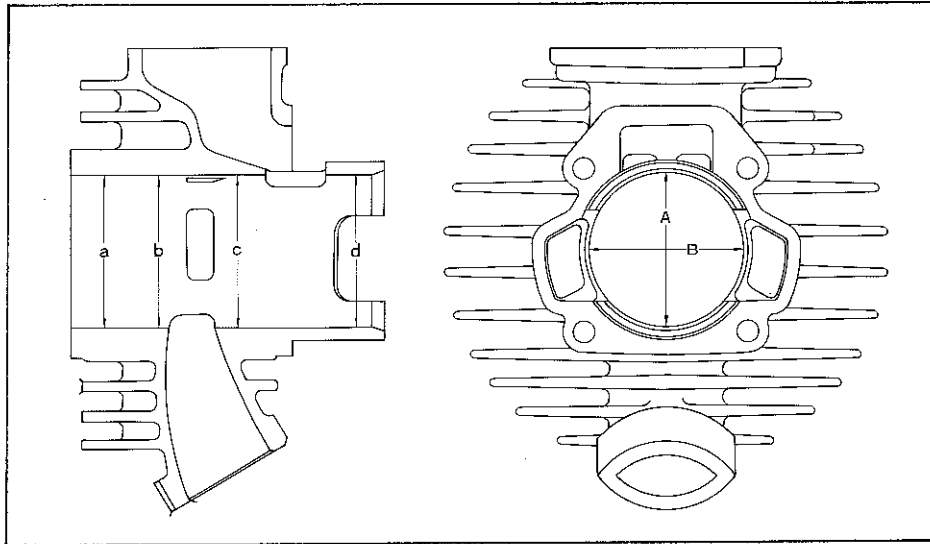

Fig. 3-3-3
2. Using a cylinder gauge set to standard bore size, measure the cylinder. Measure front-to-rear and side-to-side at top, center and bottom just above exhaust port. Compare minimum and maximum measurements. If over tolerance and not correctable by honing, rebore to next over-size. (Fig. 3-3-3, and 3-3-4)
2. A l'aide d'un comparateur réglé sur l'alésage normal, mesurer le diamètre du cylindre dans les directions longitudinale et latérale, et à trois niveaux différents: en haut, au centre, c'est-à-dire juste au-dessus de la lumière d'échappement, et en bas. Comparer les diamètres maximum et minimum. Si la différence dépasse la tolérance, et si on ne peut pas y remédier par rodage, réalésé le cylindre conformément au diamètre du piston surprofilé à cote immédiatement supérieure (Fig. 3-3-3, et 3-3-4).
2. Zylinderbohrung mit einer Zylindermeßuhr für Normaldurchmesser messen. Die Messung ist sowohl in Längs als auch in Querrichtung an der Oberkante, im Mittelteil und im unteren Teil (gerade über den Auslaßöffnungen) des Zylinders durchzuführen. Größte und kleinste Messungen miteinander vergleichen. Wenn diese außerhalb der Toleranz liegen und nicht durch Honen zu berichtigen sind, muß der Zylinder auf die nächste Übergröße aufgebohrt werden. (Fig. 3-3-3; und 3-3-4)